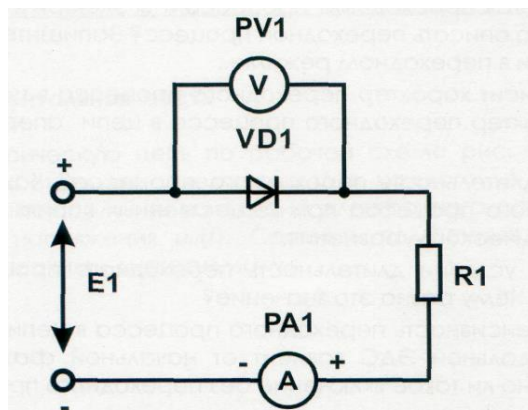

Рис. 1.3 Исследование полупроводниковых диодов
16. Собрать схему для исследования выпрямительного диода VD1 блока «Нелинейные элементы» на постоянном токе (рис. 1.3). В качестве R1 использовать сопротивление 100 Ом блока «Резисторы/ Активная нагрузка». Для измерения тока использовать один из мультиметров блока «Мультиметры», для измерения напряжения использовать один из приборов блока «Измерительные приборы», задав для них соответствующие режимы работы. В качестве источника питания использовать стабилизированный регулируемый источник E1 блока «Источник питания». Ручку регулировки напряжения источника установить в крайнее левое положение, повернув ее против часовой стрелки до упора. Собирая схему особое внимание обратить на полярность подключения источника питания. Представить схему для проверки преподавателю.
19. Собрать схему для исследования выпрямительного диода Шоттки VD3 блока «Нелинейные элементы» на постоянном токе в соответствии с рис. 1.3, заменив в схеме выпрямительный диод VD1 на диод Шоттки VD3. Представить схему для проверки преподавателю.
21. В одной системе координат построить графики ВАХ для обоих диодов. Там же следует для каждого диода построить ВАХ идеального $p-n$ - перехода и по формуле (1) при I_0 - усредненном обратном токе соответствующего диода. Необходимый для расчетов параметр $m \cdot \Phi_T$ можно определить по формуле